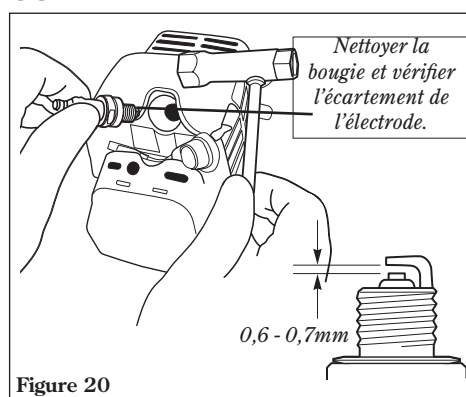

Figure 20
- Enlever et nettoyer la bougie. Ajuster l'écartement de l'électrode de la bougie à 0,6-0,7 mm. S'il est nécessaire de changer la bougie, utiliser uniquement une bougie BPMP6A ou une bougie antiparasite équivalente de plage thermique appropriée. Voir figure 20.